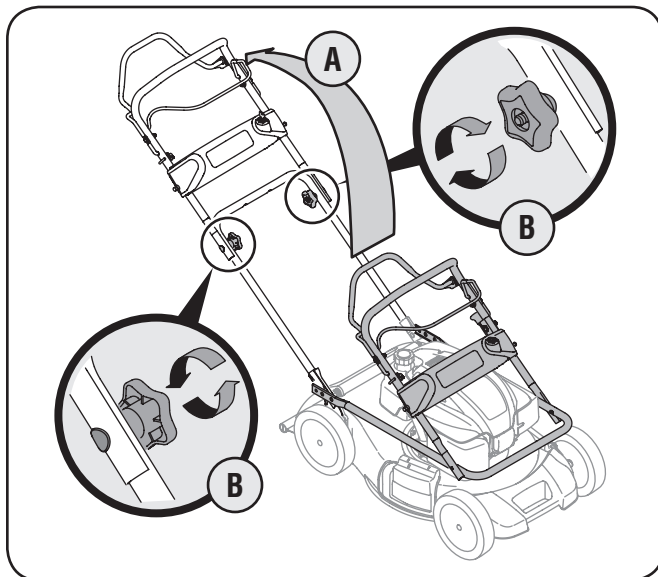

Figura 3-1
- a. Retire las perillas manuales de los soportes de montaje de la manija y tire y retroceda la manija superior como se muestra en la Figura 3-1. Asegúrese de que la manija inferior esté asentada firmemente en los soportes de montaje de la manija.